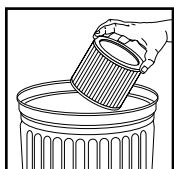

FIGURA 19
25. Para limpiar el filtro de cartucho agítelo o cepíllelo para quitar el exceso de suciedad. **FIGURA 19.**